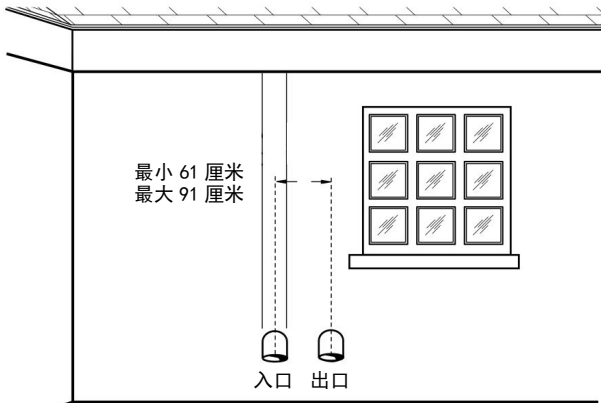
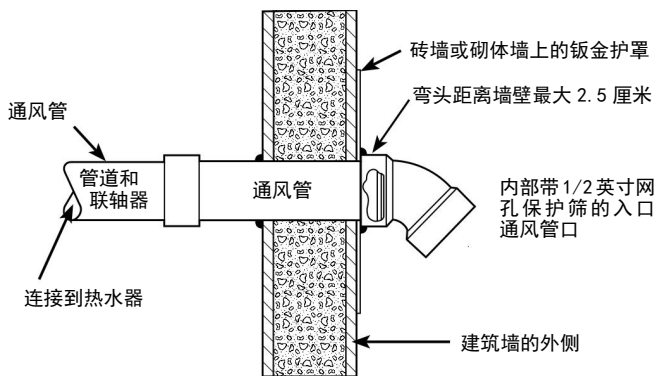

图 6 进出风口间距示意
图 7 水平通风口安装示意
当设备排风口通过侧壁直接排风时，通风管进出口必须位于水平安装的同一外壁上，并在中心之间保持 61 厘米最小距离，参见图 6。关于其他通风管出口限制，请参见图 7、8 和 13。
- 1) 切开两个孔，让管道通过。对于 3 英寸的管道，孔直径应为 8.9 厘米，对于 6 英寸的管道，孔直径应为 16.5 厘米。通风口必须保持 61 厘米至 91 厘米范围内的水平距离，参见图 6。
- 3) 不得将通风管直接端接到砖或砌体表面。在通风口后面使用防锈金属背板。（参见图 7）
一旦确定了通风口的位置，在外壁上开一个孔以容纳通风管。通风管只能水平地从外墙出来（参见图 7）。
将一小段通风管插入墙内，并按图 7 所示连接联轴器。如图所示，将通风口连接到建筑物外部的通风管。如图 7 所示，用砂浆或硅胶填缝密封排气管或接头周围的任何开口。